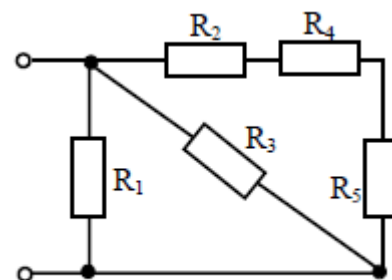

Рисунок 1
- 1 Определить эквивалентную емкость батареи конденсаторов (рисунок 1), если $C=30$ мкФ.